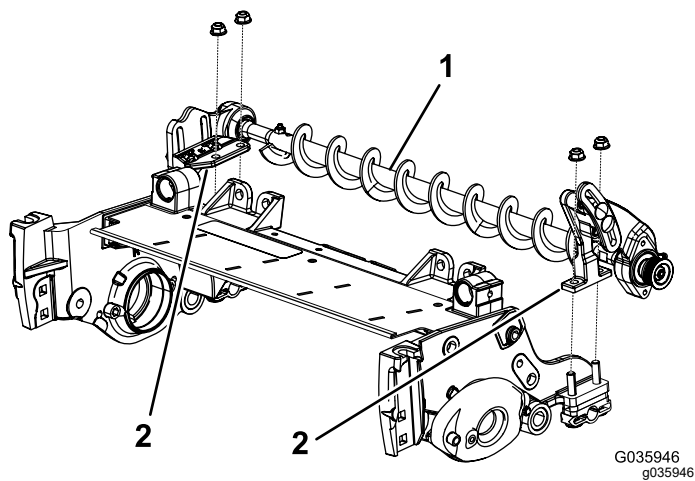

Figura 7
2. Coloque los soportes de montaje del conjunto del cepillo de rodillo en los pernos de los soportes del rodillo (Figura 7). Sujete los soportes de montaje del conjunto del cepillo a las chapas laterales de la unidad de corte con las tuercas que retiró anteriormente.